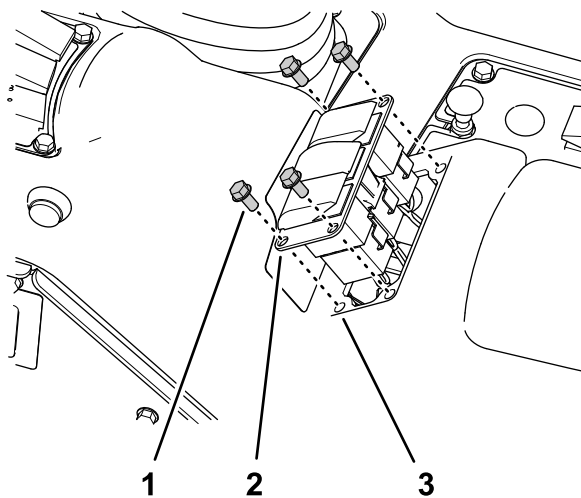

Figura 33
1. Retire los 4 tornillos con arandela prensada (1/4" x 1/2") que sujetan el panel de 3 interruptores a la consola de control (Figura 33).
3. Desconecte el conector hembra de 8 vías del arnés de cables de la máquina (marcado **Rate Switch**) del conector de 8 pines del interruptor (Figura 33).
6. Alinee el tapón del interruptor con el orificio del panel de 3 interruptores de donde retiró el interruptor de caudal (Figura 33).
7. Inserte el tapón del interruptor en el panel de 3 interruptores hasta que el tapón encaje firmemente en el panel (Figura 33).